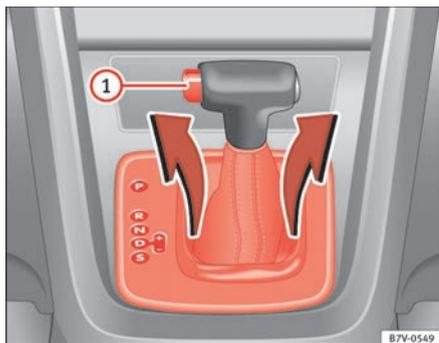

Abb. 204 Abdeckung der Schaltkulisse abbauen.
- Abdeckung im Bereich der Wählhebelsmanschette nach oben ziehen ⇒ Abb. 204.
- Sperrtaste ⇒ Abb. 204 ① im Wählhebelgriff drücken und Wählhebel in Stellung **N** bringen.